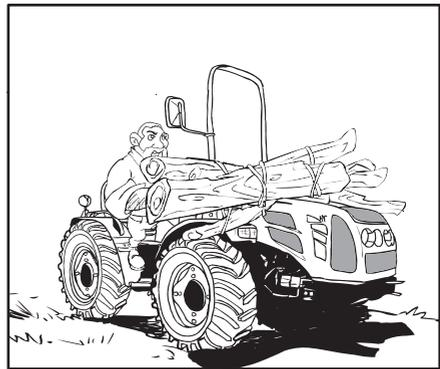

Fig. 2.13
- Ne pas surcharger un outil frontal ou une remorque. Utiliser les contrepoids appropriés pour maintenir la stabilité du tracteur (Fig. 2.13).